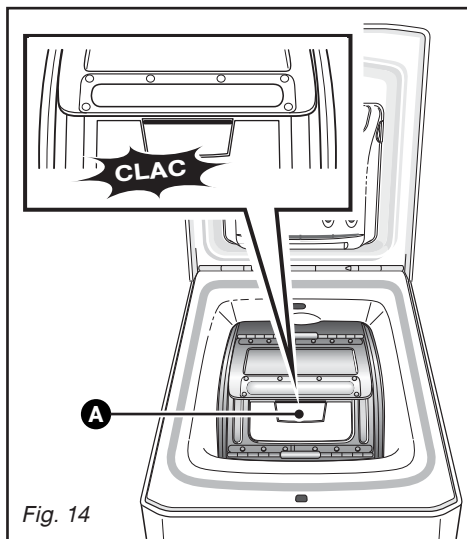

Fig. 14
**A** situé sur le portillon avant (Fig. 14).
Vérifiez que le liseré du poussoir est bien visible (Fig. 14).